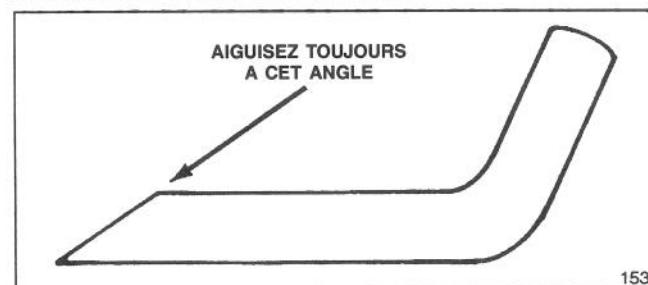

Figure 27
**6. AIGUISAGE DE LA LAME**—Servez-vous d'une lime pour aiguiser le bord supérieur de la lame (bord faisant face au carter de la tondeuse) et préserver l'angle de coupe initial (figure 27). La lame restera équilibrée si vous enlevez le même volume de matériau des deux bords de coupe.